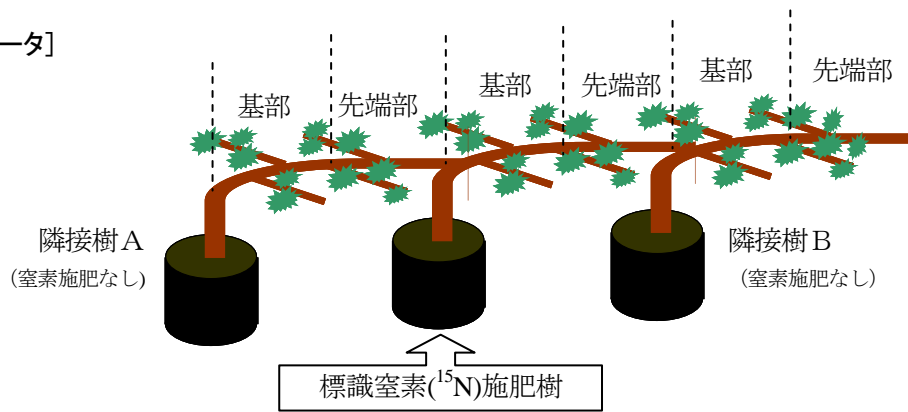

図1 3樹を連結したジョイント仕立てにおける標識窒素施肥樹とサンプル採取部位
1. ブドウ「シャインマスカット」のポット栽培による3樹を連結したジョイント仕立てを作製し、中間樹に標識窒素を施用した後、副梢および果実を部位別および時期別にすべてサンプリングし、それぞれの窒素含量および標識窒素含量を明らかにした(図1)。